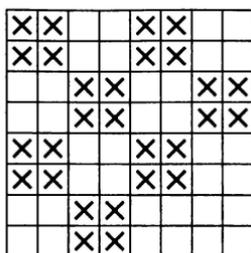

Рис. 71. Схема двухцветного узора для вязания жакета для девочки
*Двухцветный узор:* вязать кулирной гладью по схеме (рис. 71), прокладывая нити разных цветов то на, то под иглы: если петля должна быть провязана белой пряжей, прокладываете белую нить на иглу, а черную нить пропускаете под иглой и наоборот.